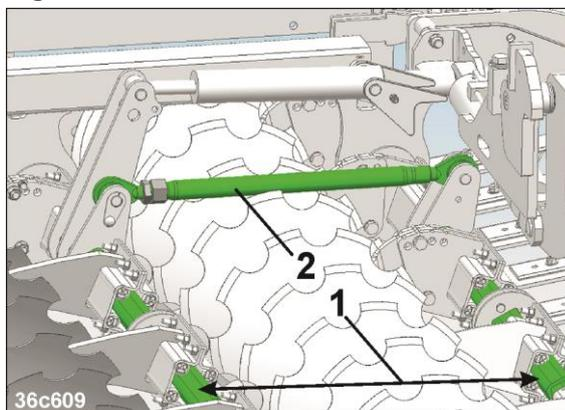

Fig. 278
- Die Stellung der beiden Scheibensfeldbalken (Fig. 278/1) zueinander prüfen und mit dem Oberlenker (Fig. 278/2) einstellen, wenn sich die Stellung verändert hat.